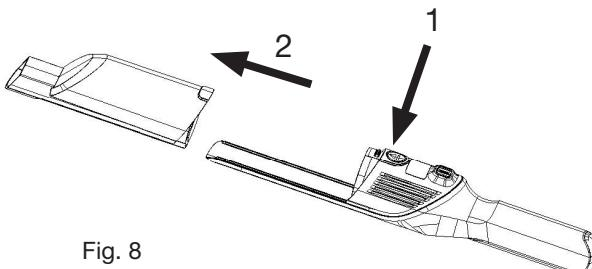

Fig. 8
Pulse el botón de apertura del depósito de polvo (1) (fig. 8) para desbloquearlo. Después, retírelo deslizándolo por el raíl en la dirección indicada por la flecha (2).